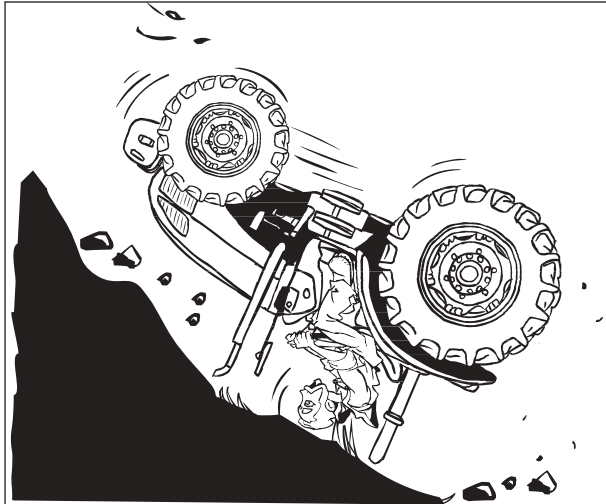
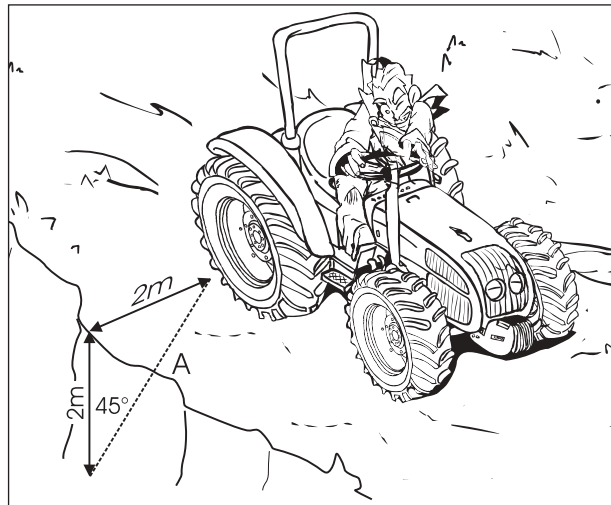

Fig. 21
Fig. 22
- Si opera cerca de zanjas y orillas, mantenga el tractor detrás de la línea de separación (A Fig. 22). Evite zanjas, diques, terraplenes y márgenes de ríos que podrían ceder (Fig. 21).